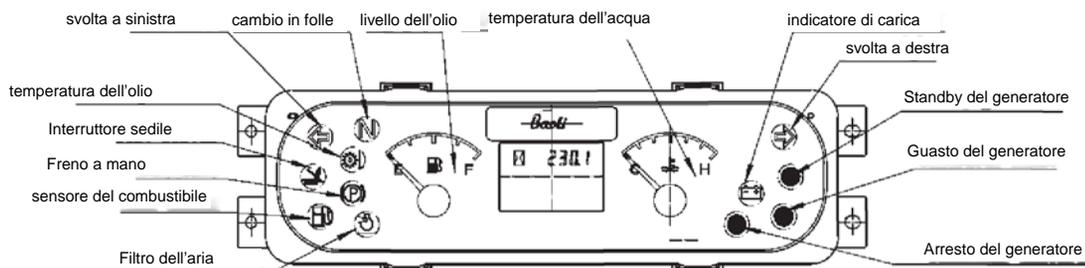

Fig. 8.1 Quadro strumenti a LED
(15) Contatore: Funziona quando viene azionato il motore e indica le ore di lavoro del motore.
(16) Quadro strumenti: (Fig. 8.1)